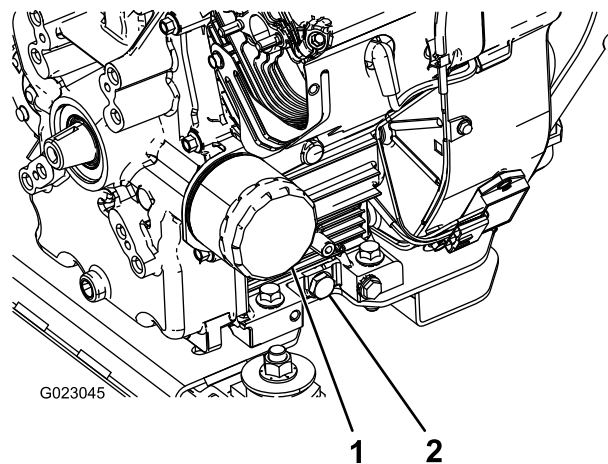

图38
5. 拆下排油塞（图38）。
2. 拆下机油滤芯（图38）。
5. 将新机油滤芯装在机油滤芯安装座上。顺时针转动机油滤芯，直至橡胶垫片接触到机油滤芯安装座，然后将机油滤芯再旋入 1/2 圈（图38）。